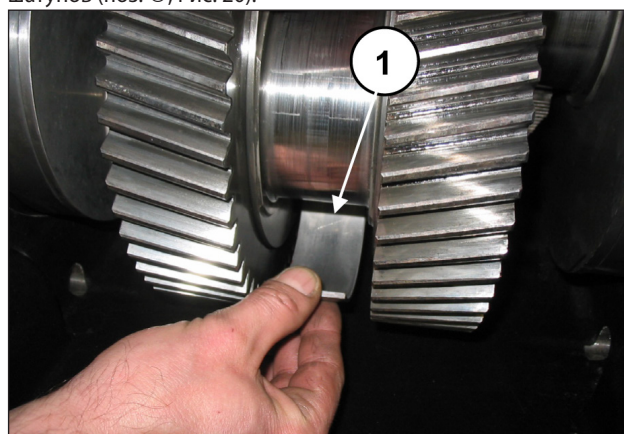

Рис. 20
Продвиньте три половинки шатунов как можно дальше в направлении головки. Вытяните три верхних полуподшипника из половинок шатунов (поз. ①, Рис. 20).